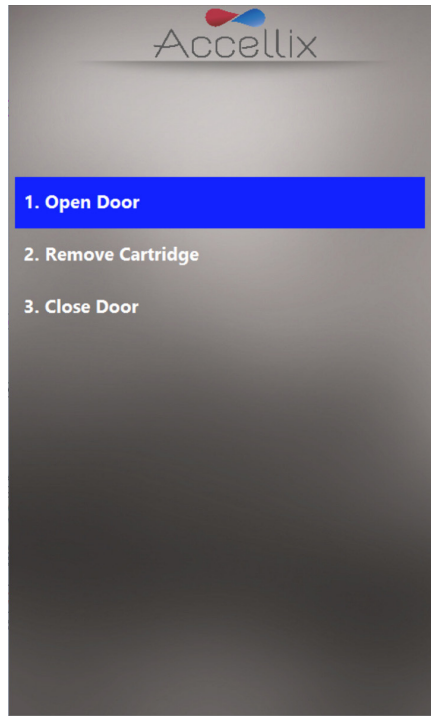

Abbildung 46: Bildschirm „Remove Cartridge“ (Kartusche entnehmen)
14. Die Anweisungen auf dem Bildschirm (Abbildung 46) fordern den Benutzer auf, die Geräteklappe zu öffnen, die Kartusche zu entnehmen und schließlich die Geräteklappe wieder zu schließen.